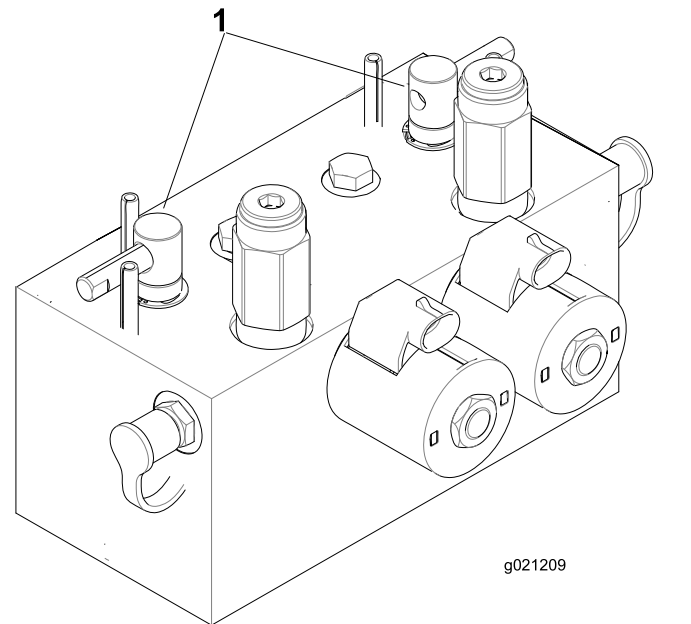

Bild 107
2. Entriegeln und klappen Sie den Sitz hoch, um die Läpphebel frei zu legen (Bild 107).
5. Wählen Sie entweder den vorderen, hinteren oder beide Läpphebel aus, um festzulegen, welche Geräte geläppt werden (Bild 107).